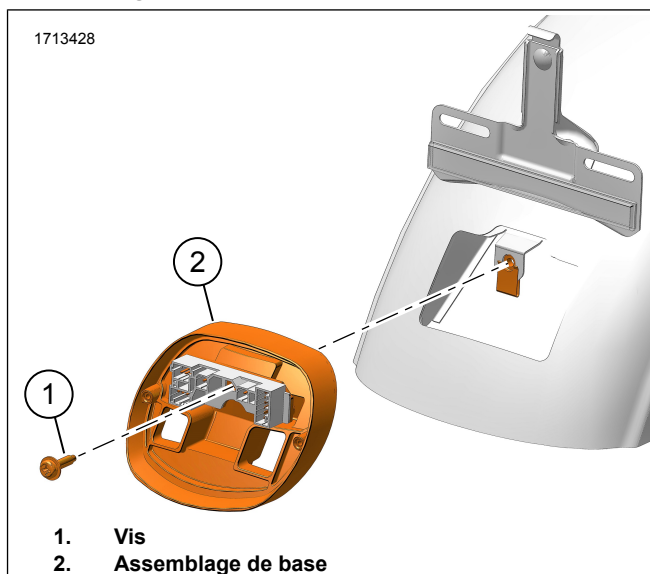

Figure 4. Feu Arrière Standard
- e. Voir la Figure 4. Retirez la vis (1) et l'assemblage de base (2).
- f. Jeter l'ensemble de base (2) avec le circuit imprimé.